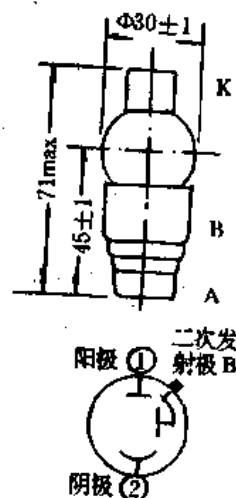

图 33-10
②GDB-2 型光电倍增管外形结构与电极连接图(见图 33-10)